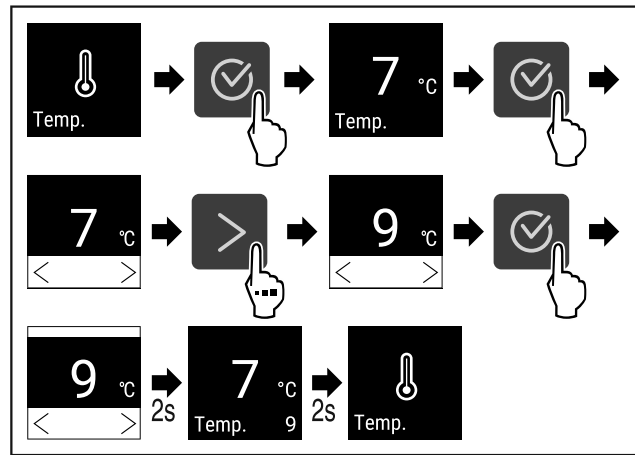

Fig. 66 Αλλαγή θερμοκρασίας από 7°C σε 9°C
- ▶ Εκτελέστε τα βήματα ενεργειών (βλέπε Fig. 66) .